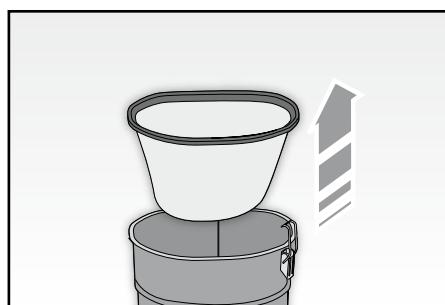

Fig. 9
- Rimuovere il filtro (M) (FIG. 9).
- Reinserire il filtro, il coperchio e bloccarlo sull'apparecchio agendo sulle levette (G).